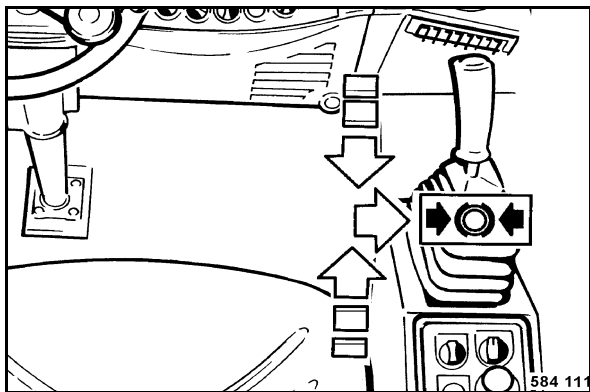

Fig. 60
- Ramener lentement le levier de commande de marche (Fig. 60) sur position neutre puis l'enclencher vers la droite sur position de freinage.